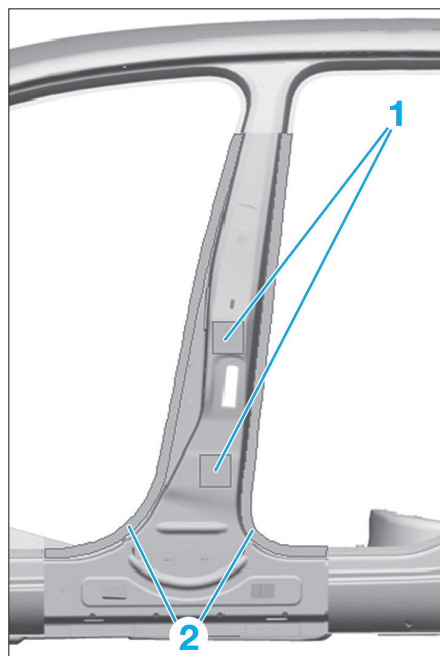

FIG. 61
- Appliquer de la colle bicomposant pour carrosserie dans la zone (1) et (2) sur toute la surface (en réalisant un cordon de 4 mm d'épaisseur environ) (Fig.61).